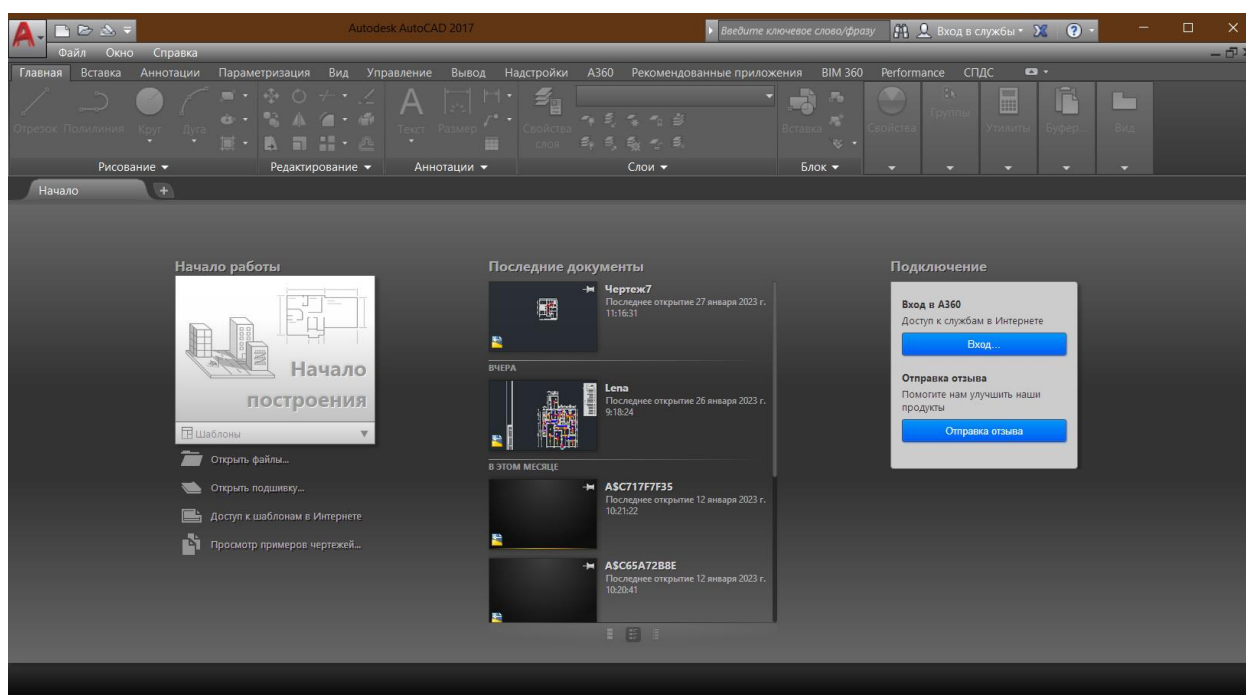

Рисунок 1.1 – Початкове вікно
1. Запустивши програму AutoCAD ми спостерігаємо початкове вікно запуску (рис. 1.1), яке пропонує нам вибір між створенням нового проекту, чи продовження роботи з минулими. Окрім цього є окрема іконка, де пропонують додаткові функції, наприклад, «Відправити відгук». У верхній області, розташовані два рядка з типовими елементами інтерфейсу. Верхній рядок - заголовок вікна, він відображає назву завантаженого. Якщо у документа ще немає імені, там з'являється напис Untitled (Без назви). Нижче розташоване головне меню. Розглянемо і розкриємо його опції.